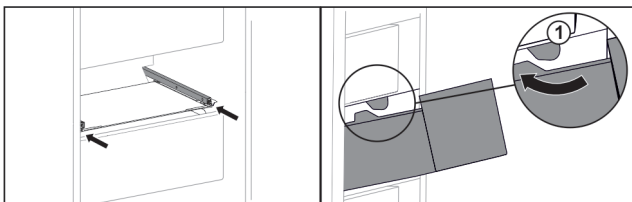

Fig. 31
- ▶ Schubfach um die Stopper Fig. 31 (1) herumführen.\*